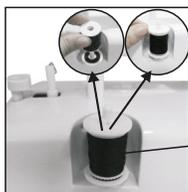

Fig.11
1. Coloque una bobina de hilo en el portacarrete. (Fig. 11)